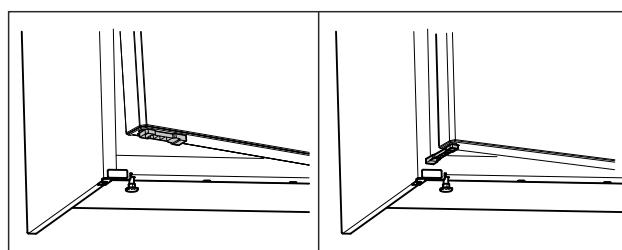

Fig. 63 \*
- Поверніть обмежувач відкривання дверцят на 90°. (див. Fig. 63)\*